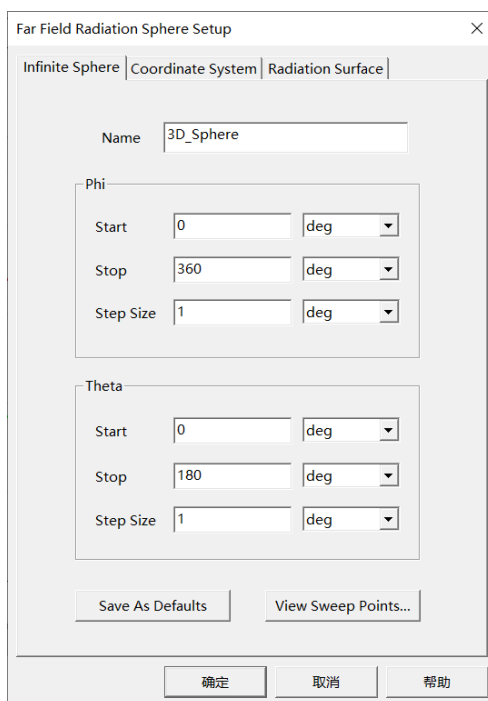

图 3.5.3 辐射表面设置(3D)
- 5) 打开 Far Radiation Sphere Setup, 按图 3.5.3 完成设置;